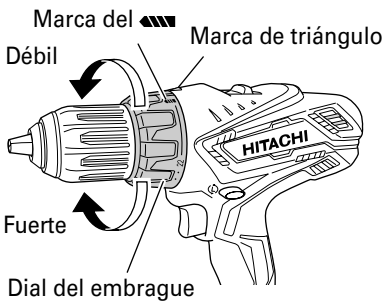

Fig. 9
5. Confirmar la posición del dial del embrague (Ver la Fig. 9).
- (2) Indicación del par de apriete (Consulte la Fig. 9)
- (3) Ajuste del par de apriete (Consulte la Fig. 9)